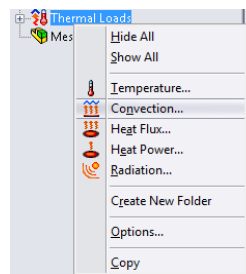
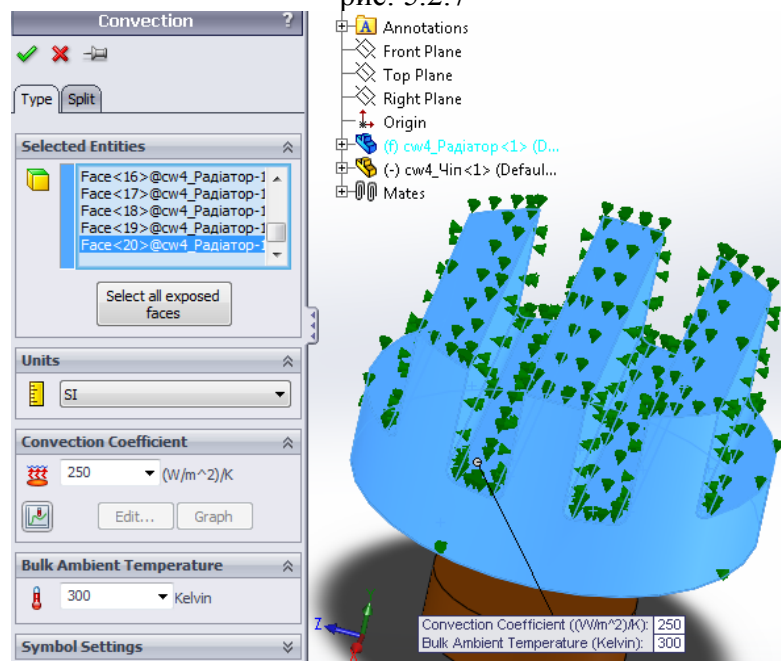

рис. 5.2.7
Рис. 5.2.8. Указання поверхонь для розсіювання тепла
5. Для відведення тепла потрібно визначити механізм його передачі зовнішньому середовищу. У нас це конвекція. Поверхня теплопередачі – поверхня радіатора. Нажміть на гілці **Нагрузки/Ограничения (Loads/Restraints)** правою клавішею мишки і виберіть **Конвекция (Convection)** (рис. 5.2.7). У якості поверхні конвекції виділіть всі зовнішні грані радіатора!!! Введіть коефіцієнт конвекції згідно вашого номеру бригади (рис. 5.2.8). Темп. навколишнього середовища – 27 °С.